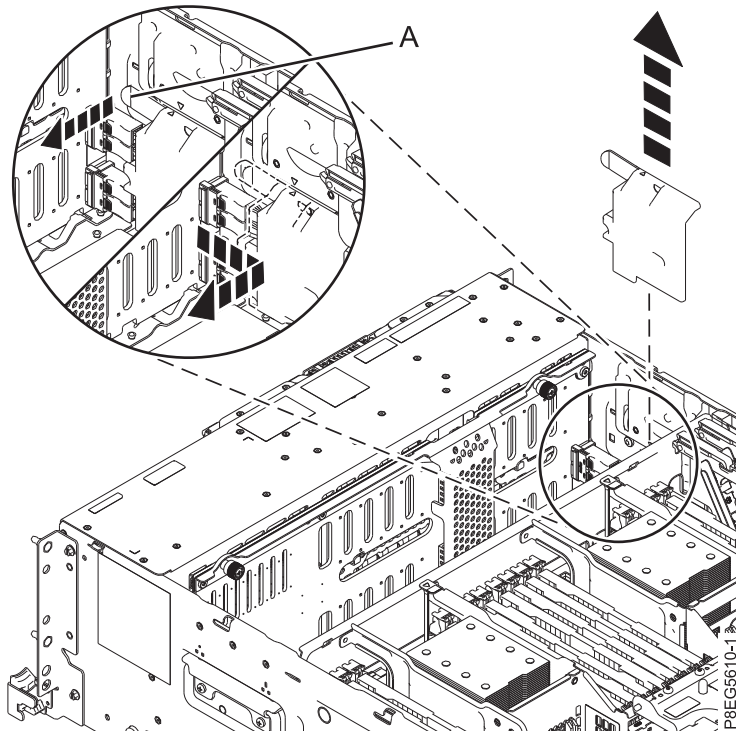

Figura 13. Extracción de la cubierta de cables SAS
3. Quite la cubierta del cable SAS frontal. Sujete el asa (A) y tire hacia fuera de la parte lateral del sistema. A continuación, deslice la cubierta a la parte posterior para extraerla como se muestra en la Figura 13 en la página 16.